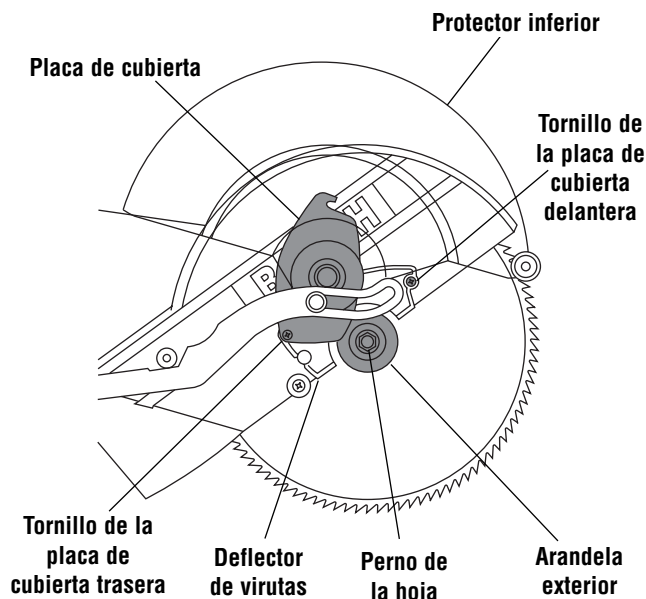

Figura 1. Remoción de la hoja
2. Gire el protector inferior a mano. Afloje el tornillo de la placa de cubierta delantera hasta que se pueda levantarla (Figura 1).
3. Gire la placa de cubierta en sentido contrario al de las agujas del reloj para que el perno de la hoja quede al descubierto (Figura 1).